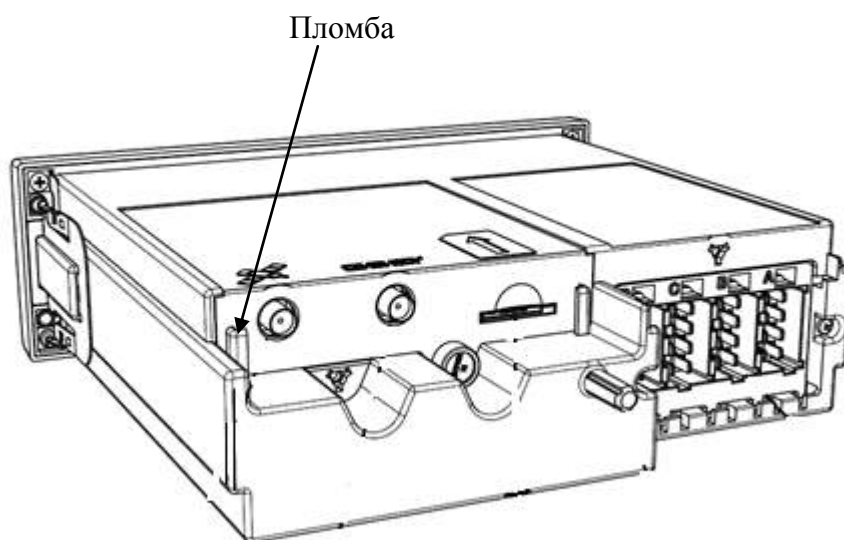

Рисунок 33 – Пломба блока СКЗИ.
2. Снять пломбу с задней панели тахографа и выкрутить винт удерживающий крышку отсека блока СКЗИ тахографа (см. Рисунок 33).